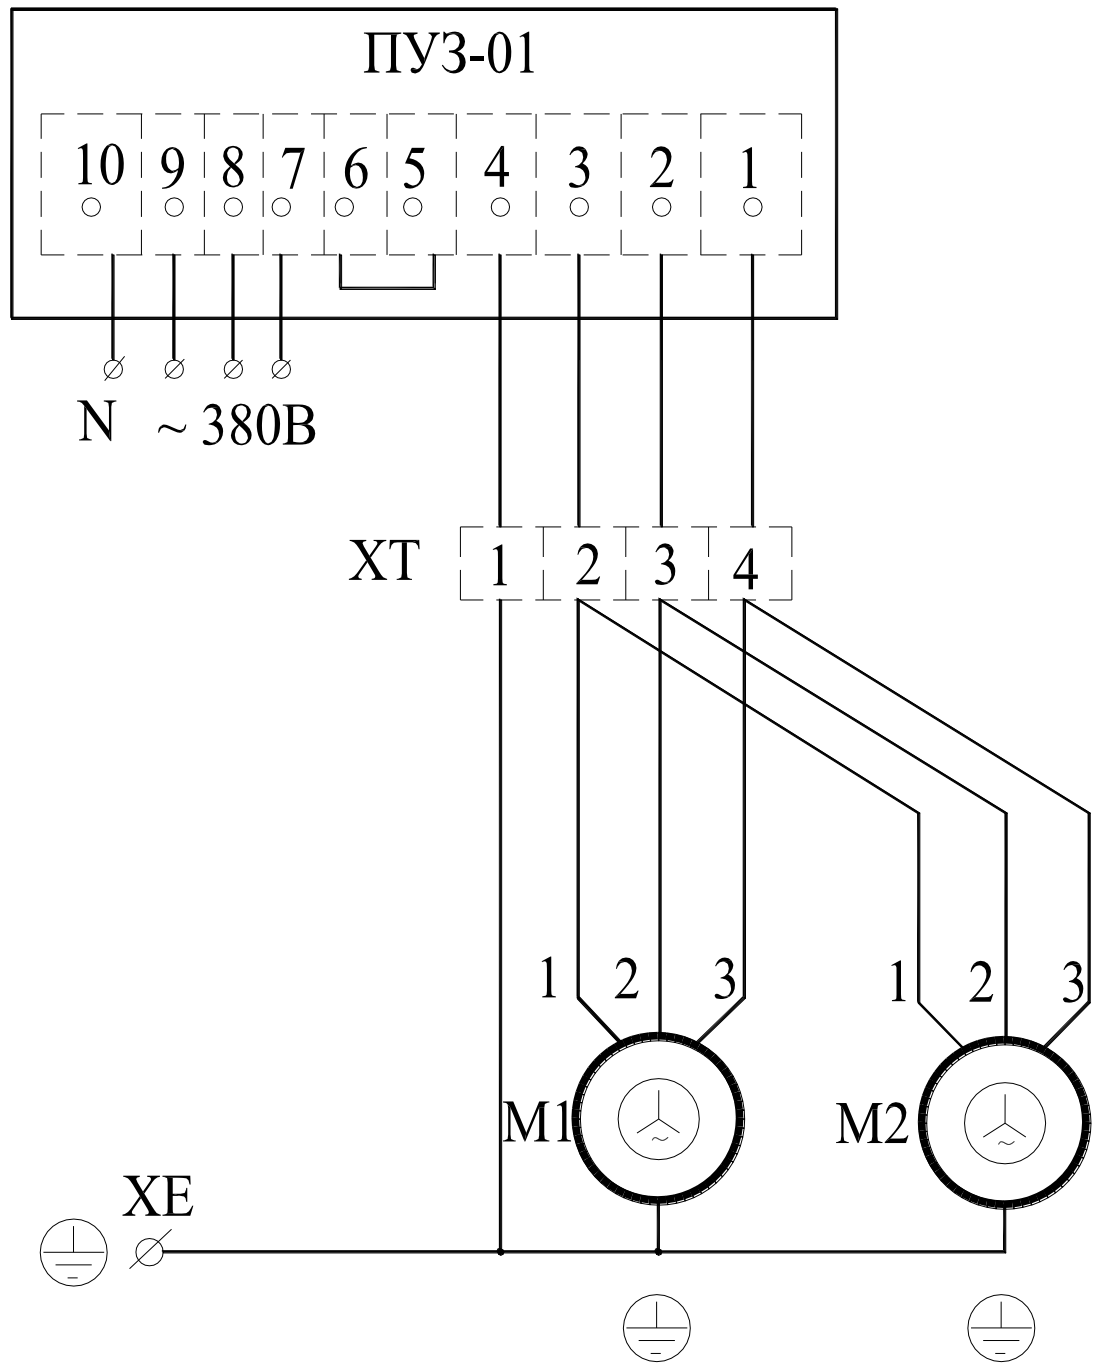

Рис. 2 Принципиальная электрическая схема Установки на 380 В
2.2.2 Подключение Установки к электросети необходимо осуществлять в соответствии с рекомендуемой электрической схемой (Рис. 2 или Рис. 2а).
Рис. 2а Принципиальная электрическая схема Установки на 220 В